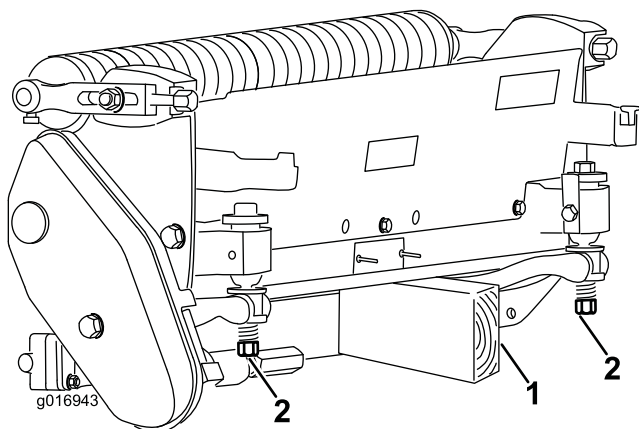

图3
当必须翻转滚刀组露出底刀/滚刀时应支撑住滚刀组的后部确保底刀架调节螺丝后端的螺母不会接触工作表面图3。
- 注意** 确保底刀架调节螺丝的螺母或后端不接触工作表面图3。
重要事项 当必须翻转滚刀组露出底刀/滚刀时应支撑住滚刀组的后部确保底刀架调节螺丝后端的螺母不会接触工作表面图3。